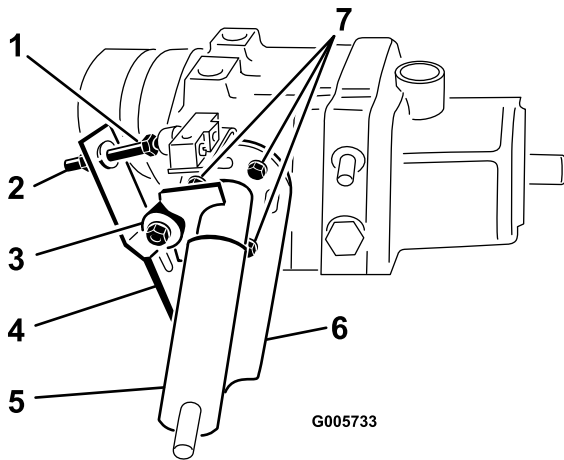

Bild 72
1. Stellen Sie die Maschine auf einer ebenen Fläche ab und stellen Sie den Motor ab. Aktivieren Sie die Feststellbremse, kippen Sie den Sitz nach vorne und betätigen Sie den Pumphebel (Bild 72), um sicherzustellen, dass die Pumpe richtig positioniert ist und ungehindert funktioniert. Korrigieren Sie etwaige Abweichungen.
der Pleierplatte ein wenig nach links (Bild 72). Wenn sich das Rad jedoch nach hinten dreht, bewegen Sie die Pleierplatte nach rechts (Bild 72). Wenn sich das Rad nicht mehr dreht, ziehen Sie die Kopfschrauben an, mit denen die Pleierplatte gegen die Seite des Getriebes gedrückt wird, Prüfen Sie die Einstellung mit dem Gasbedienungshebel auf Langsam und auf Schnell.
- Das Kugellager ist nicht ordnungsgemäß befestigt oder abgenutzt (Bild 72).
- Laubfedern sind zu schwach oder beschädigt (Bild 72). Tauschen Sie sie aus.
2. Betätigen Sie den Pumphebel (Bild 72), um sicherzustellen, dass alle Teile ordnungsgemäß funktionieren und richtig positioniert sind.
3. Lösen Sie dann die Klemmmutter. Drehen Sie die Einstellschraube für den Schalter (Bild 72) bis ein Abstand zwischen dem Schraubenkopf und der Schaltertaste besteht.